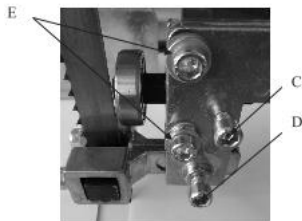

Рисунок 10
3. Ослабьте болт (Рис. 10С), чтобы закрепить положение подшипника. Убедитесь, что подшипник установлен максимально близко к заднему краю лезвия. Подшипник должен иметь зазор 1/32" с лезвием. Затяните болты после регулировки.
5. После регулировки закрепите защитный кожух лезвия в кронштейне, затянув два винта (Рис. 10Е).